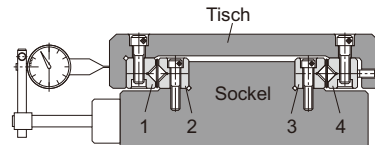

Abb. 1 Installation der Kreuzrollenführung
(3) Ordnen Sie den Sockel und die Tische wie in Abb. 1 dargestellt an und führen Sie anschließend den Rollenkäfig vom Ende her ein. Ist ein Einschieben nicht möglich, weil das Spiel zu gering ist, verschieben Sie zunächst Schiene 4 in Richtung der Stellschrauben und wiederholen anschließend das Einsetzen des Käfigs.
(4) Setzen Sie eine Messuhr gemäß Abb. 1 an. Ziehen Sie anschließend alle Stellschrauben gleichmäßig an, bis fast kein Spiel mehr vorhanden ist. Drücken Sie dabei den Tisch leicht in seitlicher Richtung.
(5) Montieren Sie den Anschlag am Schienenende.
(6) Bewegen Sie den Tisch, und stellen Sie die Käfigposition auf den erforderlichen Hub ein.